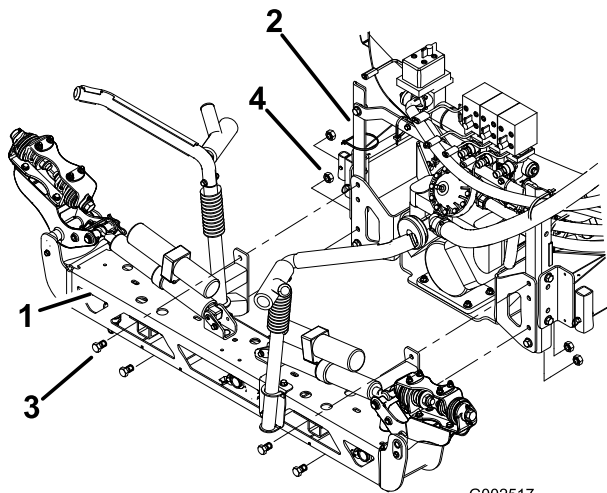

図 28
3. ブーム・フレーム・マウントのところで、中央ブーム・アセンブリをスプレー・システム・アセンブリに図 28のように取り付ける；ボルト4本（(1/2 x 1-1/4 インチ)）とロックナット4個（(1/2 インチ)）を使用する。